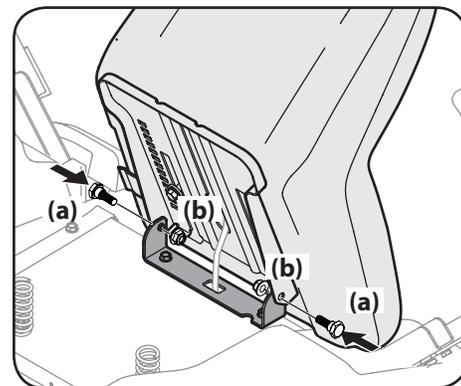

Figura 2-3
3. Gire el asiento hasta la posición deseada y asegúrelo en su lugar con los tornillos de reborde (a) y las tuercas de seguridad (b) que extrajo antes. Tenga cuidado de no doblar o dañar el cableado mientras instala el asiento. Consulte Figura 2-3.